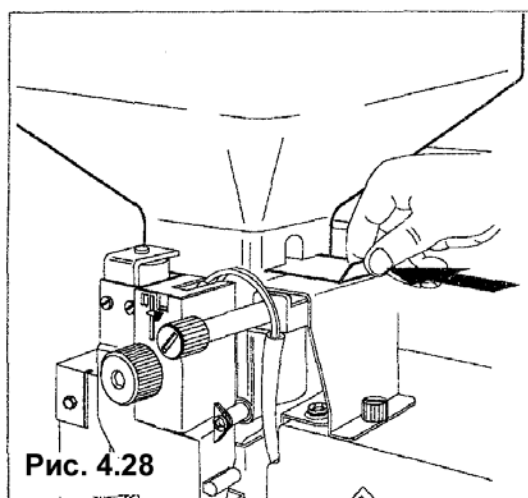

Рис. 4.28
- Чтобы выполнить загрузку, необходимо снять каждый контейнер (рис. 4.28). В частности, для контейнера для зерен кофе нужно перед выемкой контейнера закрыть дверцу желоба.